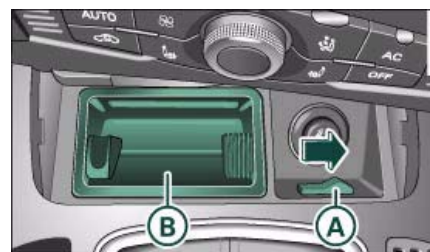

Fig. 150 Extraer la carcasa del cenicero
- Para acceder al dispositivo de desbloqueo de emergencia, retire el cenicero **B** con ayuda del elemento de desbloqueo **A** ⇒ fig. 150.